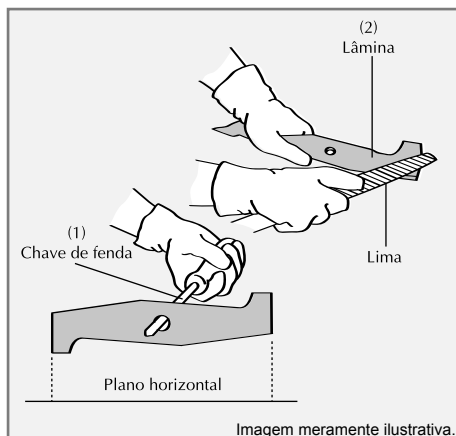

Figura 11
5. Certifique-se que a lâmina está balanceada. Utilize uma chave de fenda e mantenha a lâmina paralela ao plano horizontal, como mostra a Figura 11. Uma lâmina que está balanceada vai ficar paralela ao chão, caso contrário, o lado pesado irá girar em direção ao chão. Afie o lado pesado até a lâmina ficar equilibrada.